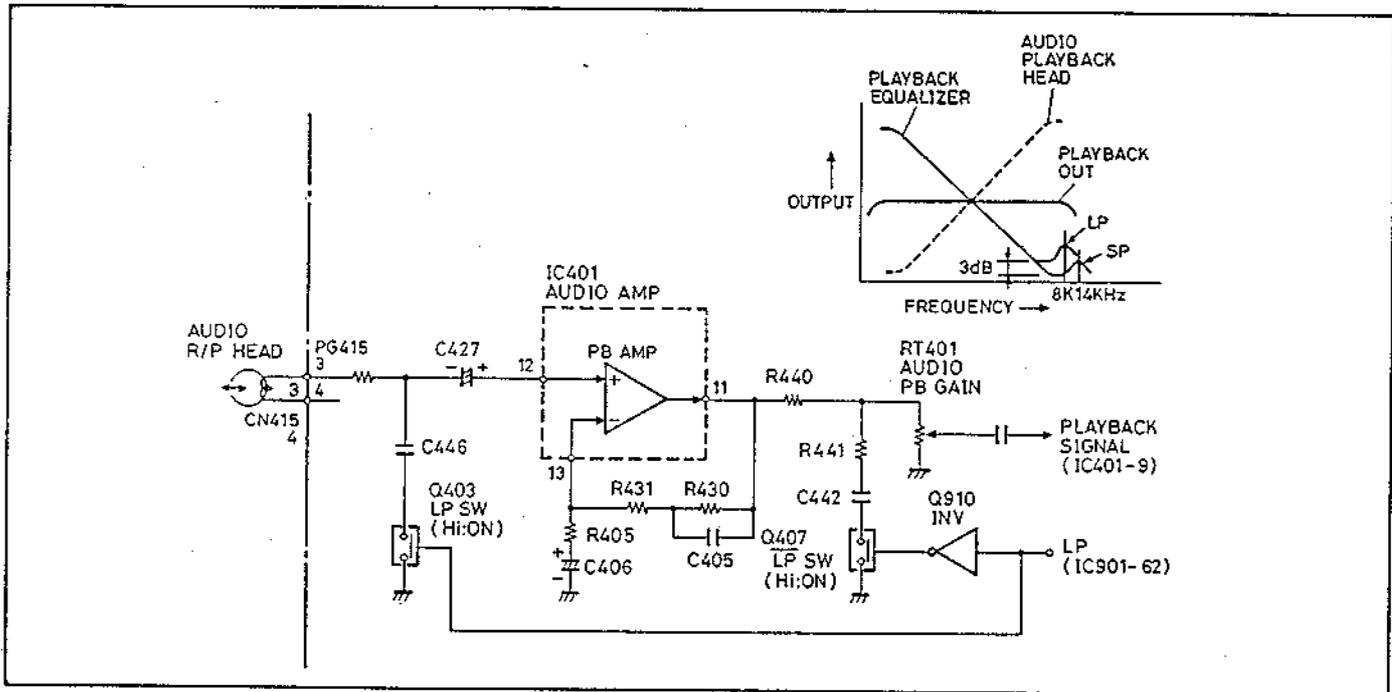

Abb. 6.7 Wiedergabeentzerrer
4.3 Wiedergabeentzerrer (Abb. 6.7)